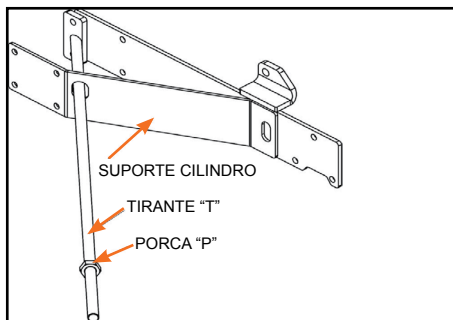

Figura 24
b) Coloque uma das porcas "P", até o final da rosca, em cada tirante esquerdo e direito, (Figura 24).